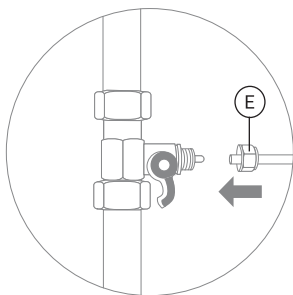
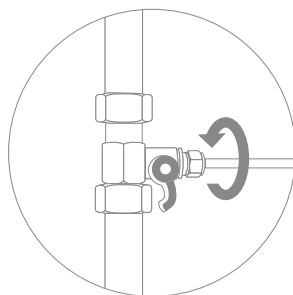

Рис. 7
Рис. 8
2. В гайку (Е) проденьте пластиковую трубку (рис. 7). Конец трубки наденьте на штуцер адаптера-вентиль до упора и плотно накрутите гайку (рис. 8).